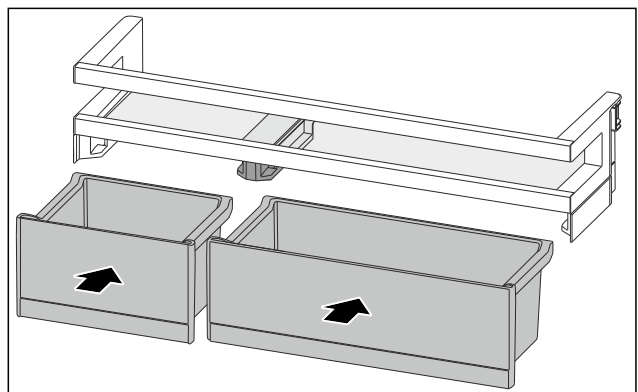

Fig. 143
- ▶ VarioBoxen in getauschter Anordnung einsetzen. (siehe Fig. 143)